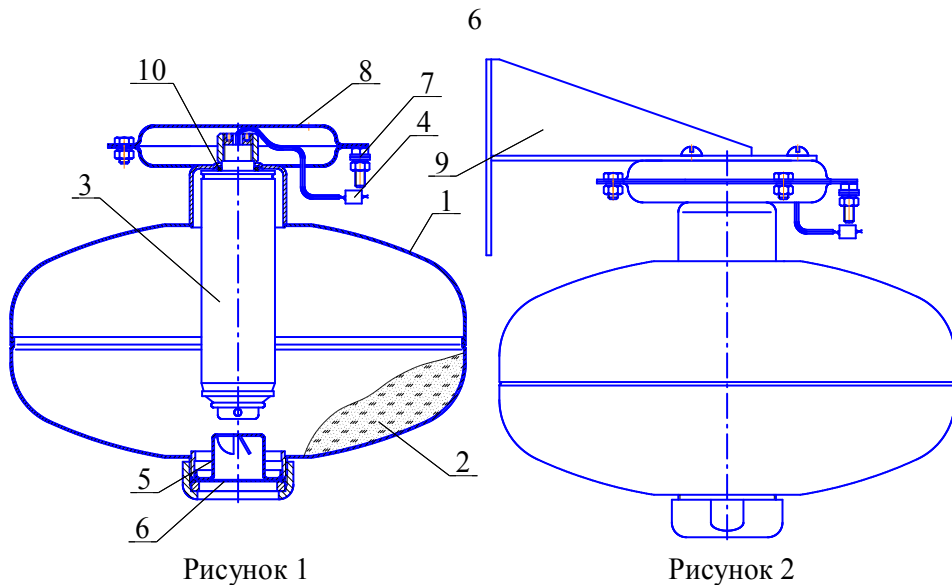

Рисунок 1
А.5.4.2 Закрепить кронштейн 8 (см. рисунок 1а) на потолке или кронштейн 9 (см. рисунок 1б) на стене. Координаты отверстий в кронштейне потолочного крепления приведены на рисунке 4а), настенного крепления – на рисунке 4б).
4.1.1 МПП (см. рисунки 1 и 2) состоит из корпуса **1**, в котором размещаются огнетушащий порошок (ОП) **2** и источник холодного газа (ИХГ) **3** с элементом электропусковым **4**. В нижней части корпуса находится насадок-распылитель **5**, выходное отверстие которого перекрыто мембраной **6**. Модуль имеет заземляющий зажим **7**. В верхней части МПП снабжён кронштейном **8** для крепления к потолочному перекрытию (рисунок 1) или кронштейном **9** для крепления к стене (рисунок 2).
А.4.4.2 Закрепить кронштейн 8 (см. рисунок 1а) на потолке или кронштейн 9 (см. рисунок 1б) на стене. Координаты отверстий в кронштейне потолочного крепления приведены на рисунке А.2а, настенного крепления – на рисунке А.2б.
6.2 Закрепить кронштейн 8 (см. рисунок 1) на потолке или кронштейн 9 (см. рисунок 2) на стене. Координаты отверстий в кронштейне, предназначенном для крепления МПП на потолке, приведены на рисунке 4а), на стене – на рисунке 4б).